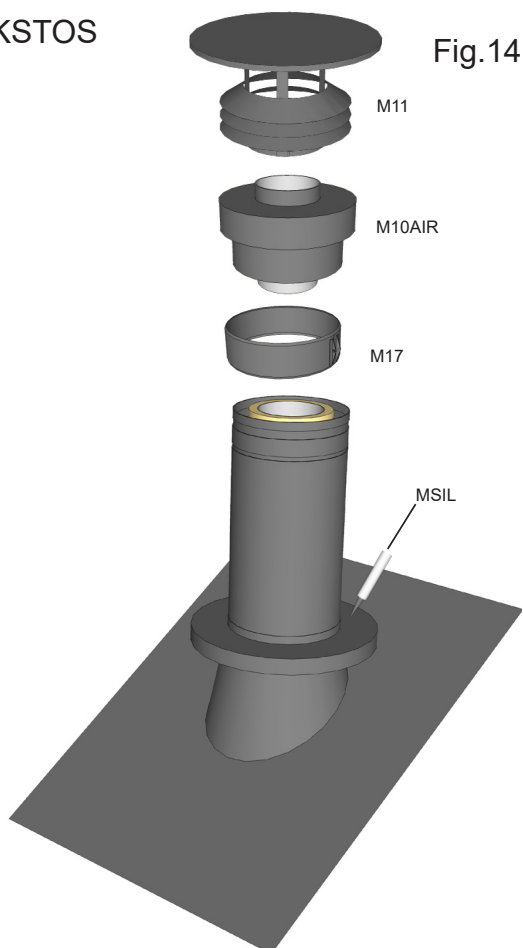

Fig.14
5. När takstosen är monterad, montera då det självhäftande tätningsbandet runt takstosens koniska överdel, in på skorstensmodulen. Regnavvisaren (M21) monteras sedan och tätas omsorgsfullt med svart silikon (MSIL) mot skorstenens yttermantel (se fig 14)
6. Som avslutning monteras den luftade toppen (M10AIR) med låsband M17. M10AIR släpper in tilluften i skorstens dubbelmantling – därefter monteras regnskyddet (M11) Se Fig 14.